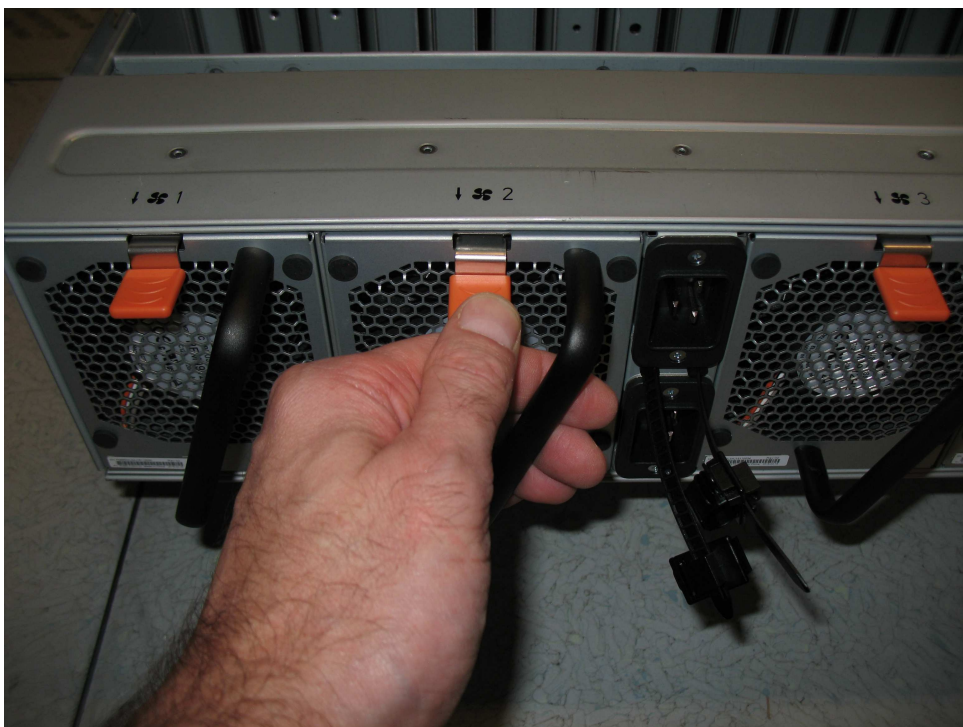

図 91. ファン・モジュールの解放タブ
2. 121 ページの図 91 に示すように、ファン・モジュールの解放タブを押します。